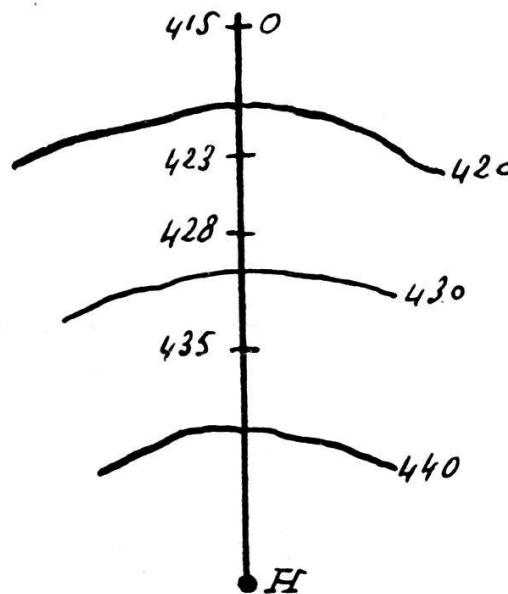

FIG. 8.
Prenons l'objectif OH pointé sur sa gauche (415), la distance est 2500 m. (fig. 8) ; la bulle vaut donc :  $3 \times 2,5 = 7 \text{ m. } 5.$